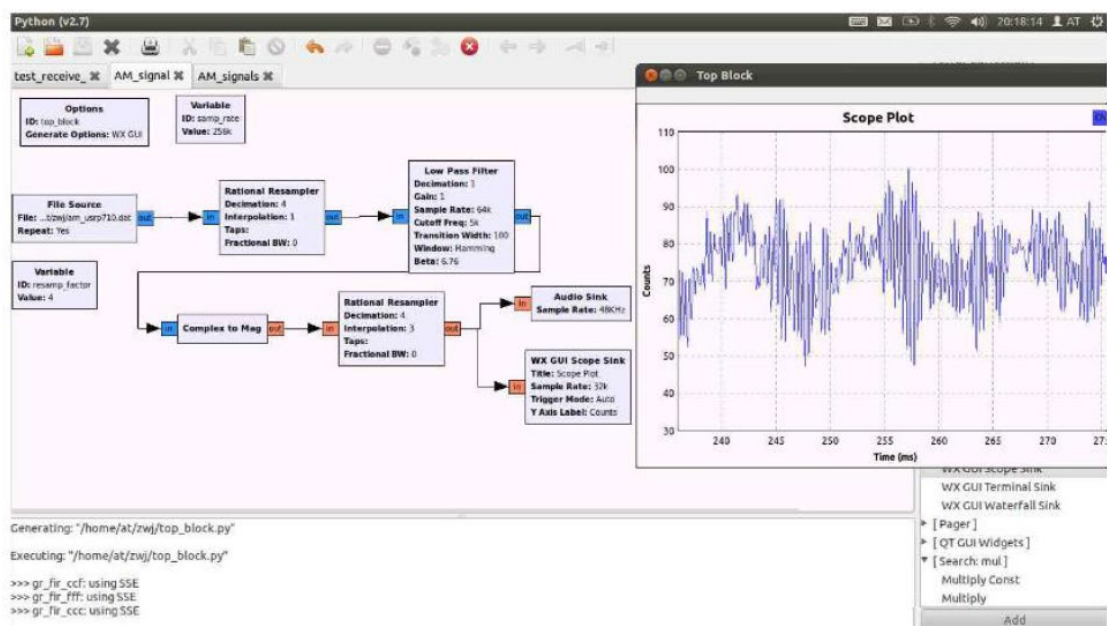

图 8
(1) 流程图中增加 Throttle 是为了仿真的需要，否则在观察频谱的时候电脑有可能死机。如果信号输入 USRP 设备或者声卡等设备时，则不需要这个模块。
6.接下来就可以收听解调后的 AM 信号了。加入 audio sink 和 WX GUI scope sink 模块，流程图如图 8 所示。